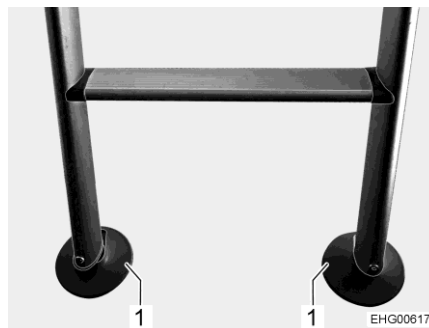

Bild 59 Kunststoffteller an der Aufstiegsleiter
- Beide Kunststoffteller (Bild 59,1) unten an der Aufstiegsleiter ausklappen. Dadurch hat die Aufstiegsleiter einen sicheren Stand und der Bodenbelag wird nicht beschädigt.
- Beide Kunststoffteller (Bild 59,1) unten an der Aufstiegsleiter einklappen.